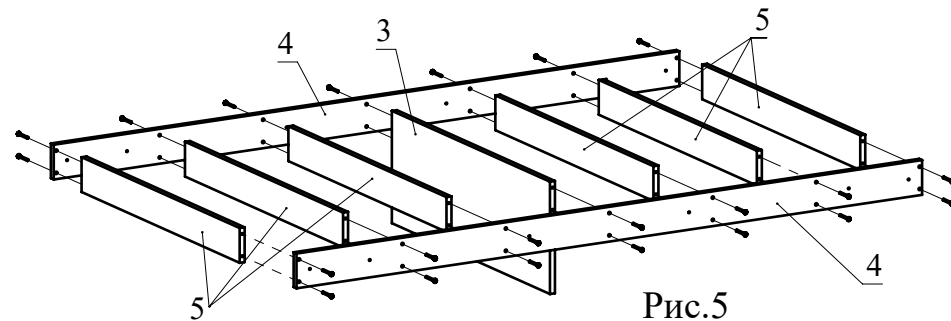

Рис.5
6. Соедините детали 3, 5 с деталями 4 с помощью конфирматов согласно схеме (Рис. 5).